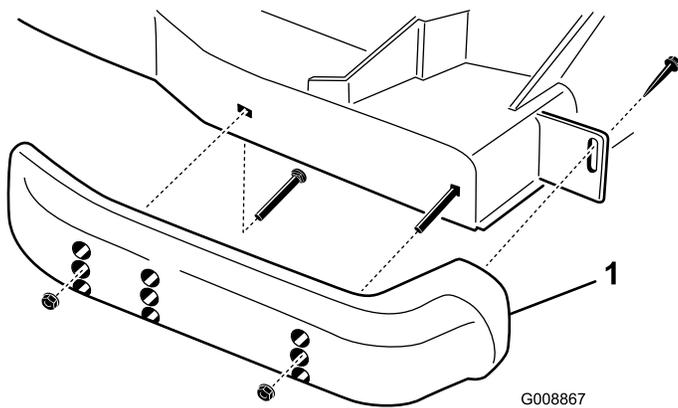

Figura 27
2. Retire os parafusos com cabeça de flange e as porcas de cada patim (Figura 27).